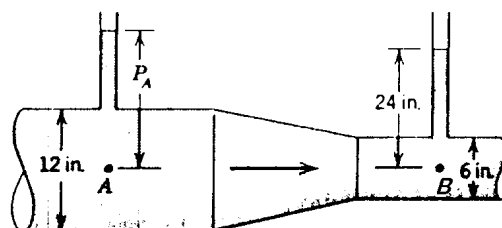

Figura P3.29
3.29 Um fluido escoá-se de A para B numa conduta horizontal como mostra a figura P3.29, com um caudal de $2 \text{ ft}^3 \text{ s}^{-1}$ e uma perda por atrito de 0,15 ft. Sendo a pressão em B de 24 in, qual será a pressão em A.